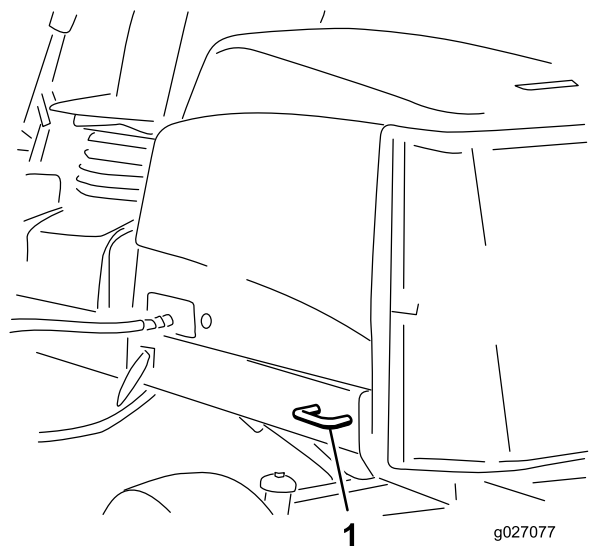

Figura 42
- Posteriori – Ogni lato della macchina sul telaio posteriore (Figura 42)